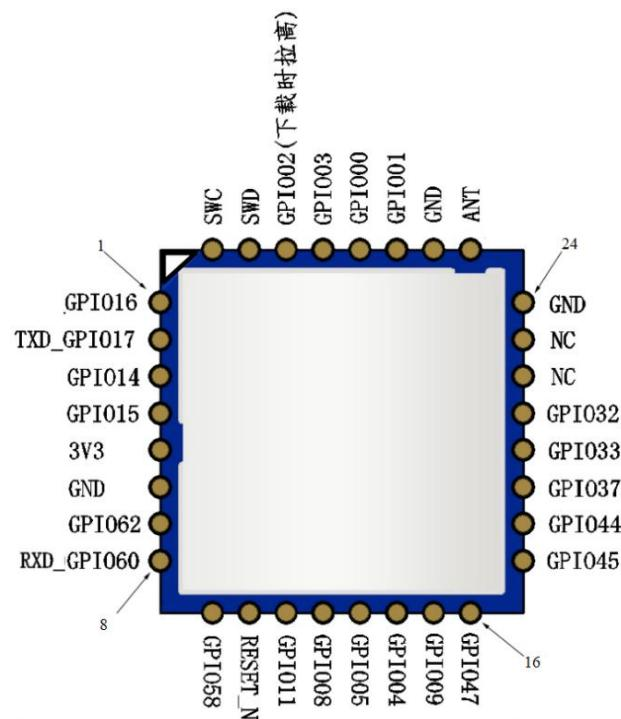

图 4. RC6601A 引脚定义图 (Top View)
- 2、允许回流焊次数：2次，基于以下回流焊(条件)(见图4)；
- 3、温度曲线：回流焊应按照下列温度曲线(见图4)；